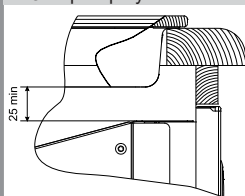

рис. 2
■ При совместной установке варочной панели и жарочного электрошкафа необходимо учитывать выступание корпуса варочной панели из нижней части столешницы и верхней части корпуса жарочного электрошкафа. Соприкасание не допускается. Рекомендуемый воздушный зазор не менее 25 мм (рис. 2).